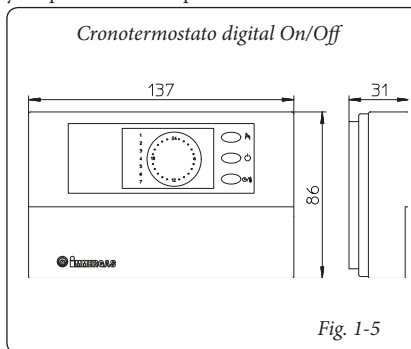

Fig. 1-5
- Cronotermostato digital On/Off (Fig. 1-5). El cronotermostato permite: